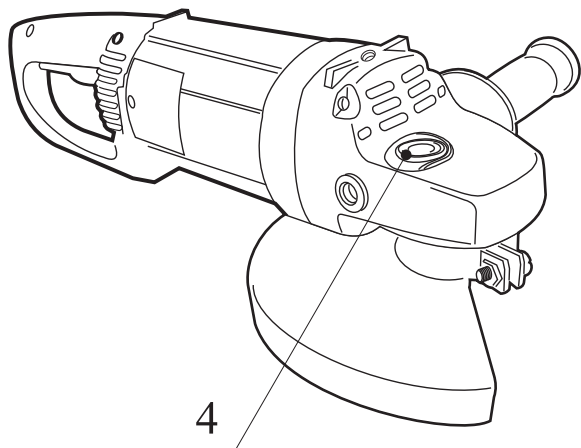

**Рисунок 1.**
4.1 Общий вид углошлифовальной машины представлен на рис. 1
4.4 Для защиты от случайного включения данная модель угловой шлифовальной машины оборудована системой "безопасного пуска", для включения необходимо нажать кнопку 3 (рис.1) и только после этого с помощью выключателя 2 (рис.1) осуществить пуск машины.